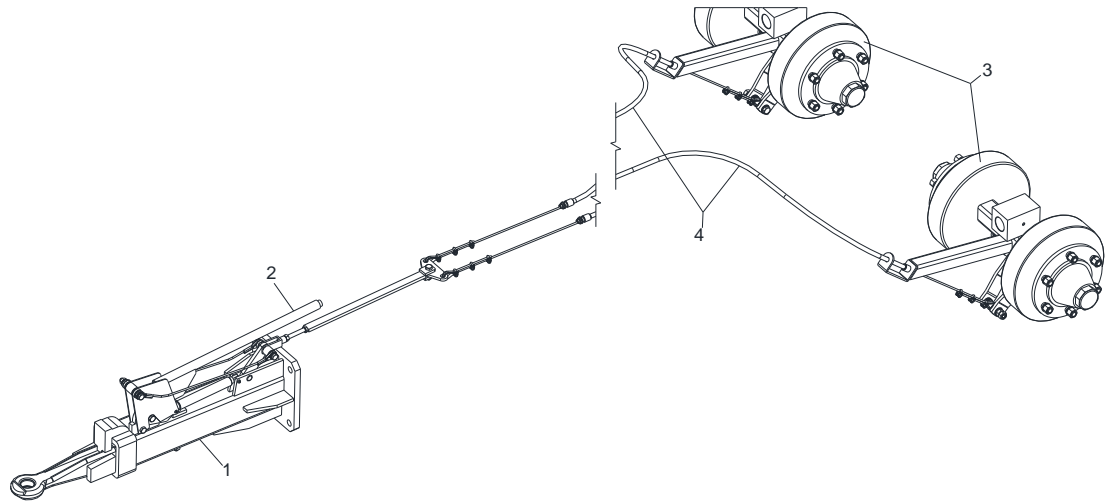

Bild 19 Auflaufbremse mit Rückmatikachse
- Auflaufeinrichtung (Bild 19/1) mit Bremshebel (Bild 19/2)
- Rückmatikachsen (Bild 19/3)
- Bremsseile (Bild 19/4)